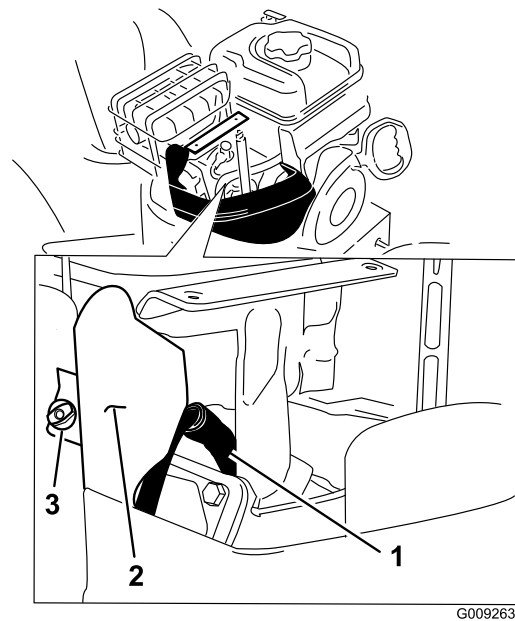

Figure 34
- Enlevez la vis à oreilles du support et le support (Figure 34).
- Nettoyez la surface autour de la base de la bougie (Figure 34).